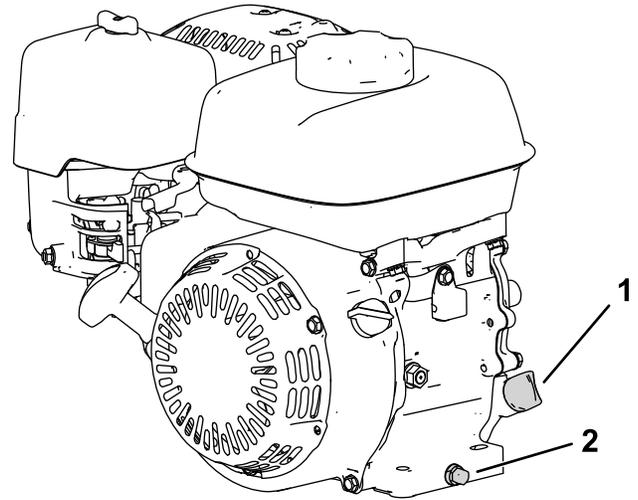

Figure 27
2. Placez la machine de sorte que le moteur soit de niveau, puis nettoyez la surface autour du tube de remplissage (Figure 27).
- Retirez le bouchon de vidange, la rondelle et la jauge (Figure 27).